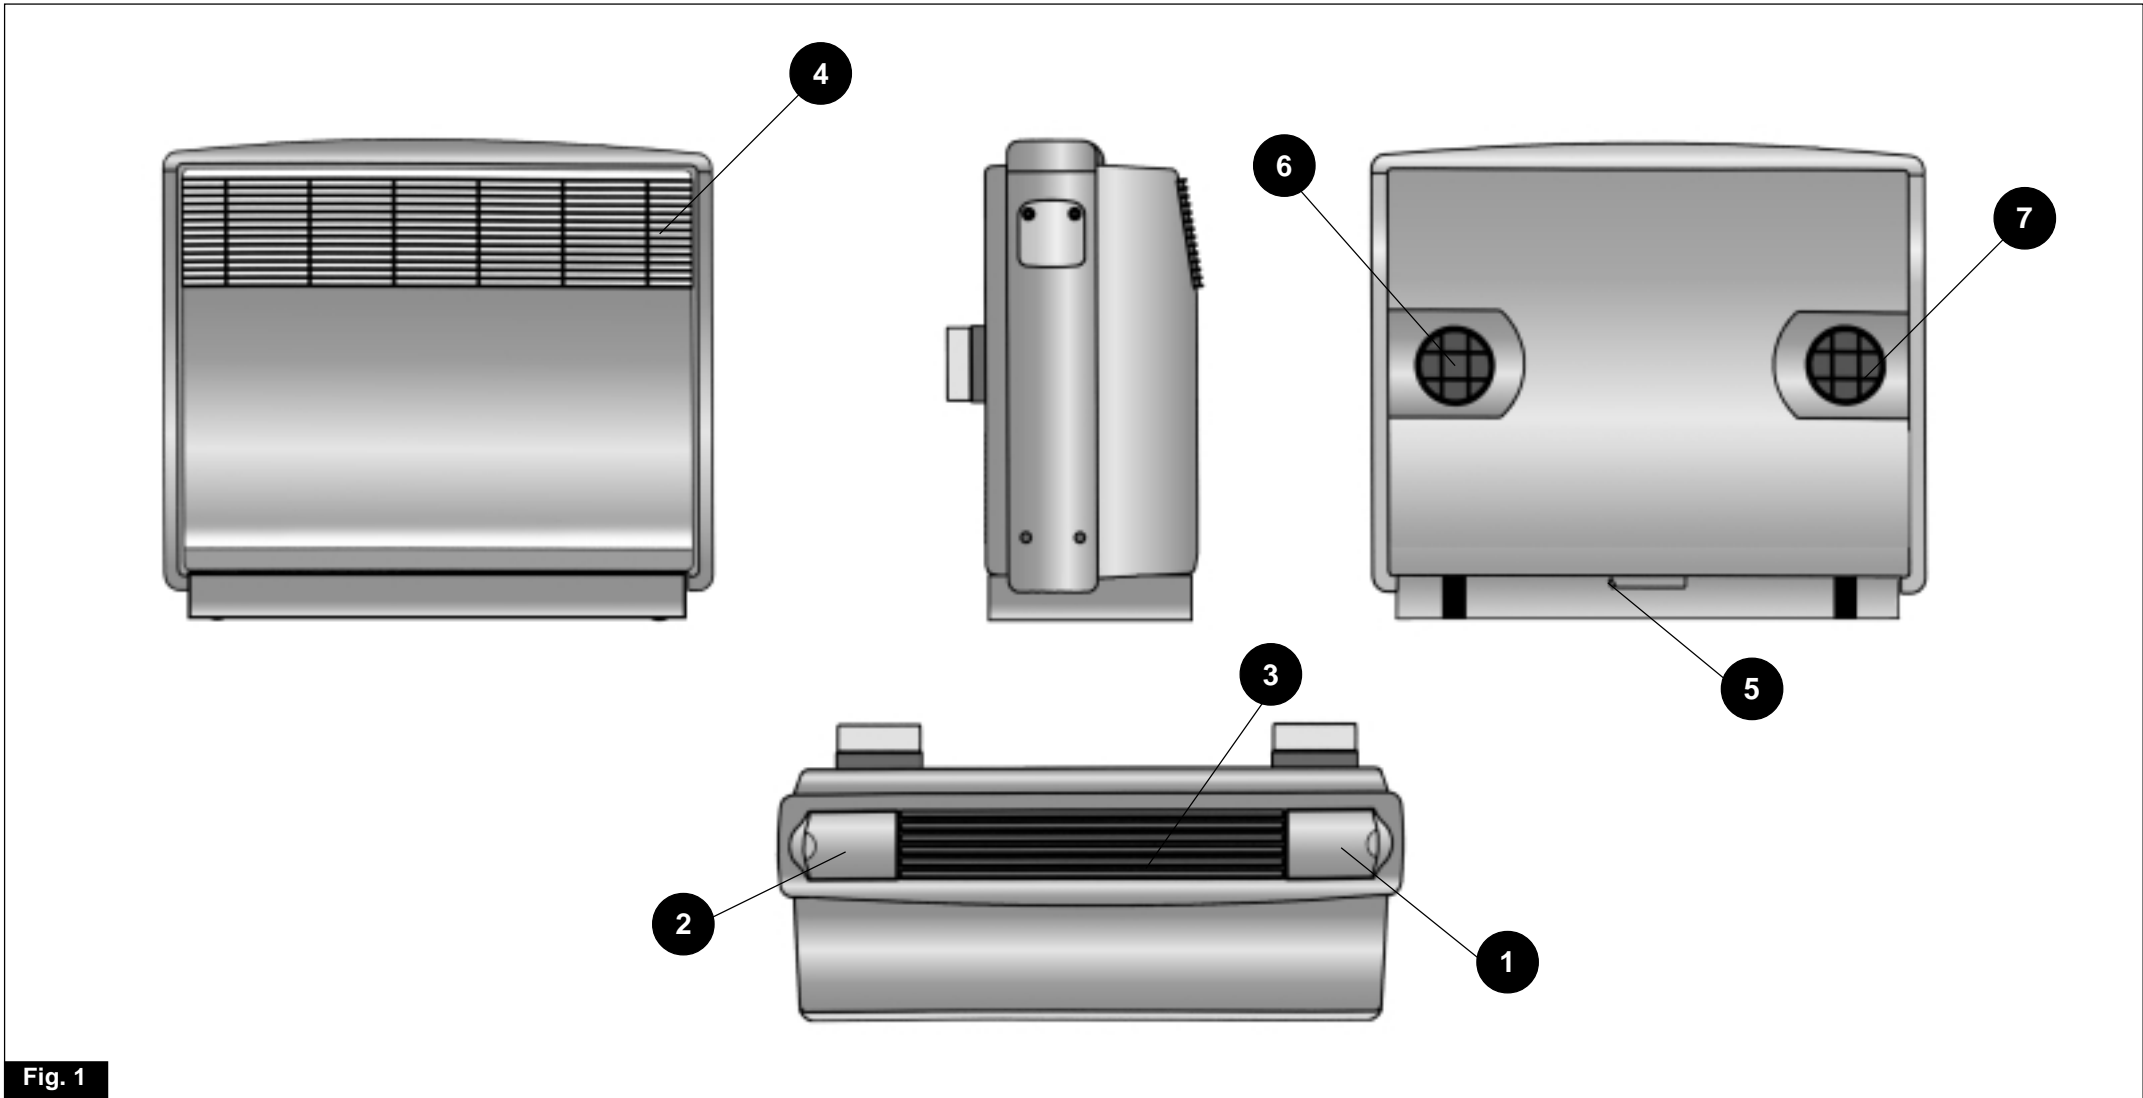

Fig. 1
• Assicuratevi che tende o altri oggetti non ostruiscano il filtro di aspirazione (fig 1 - 4).